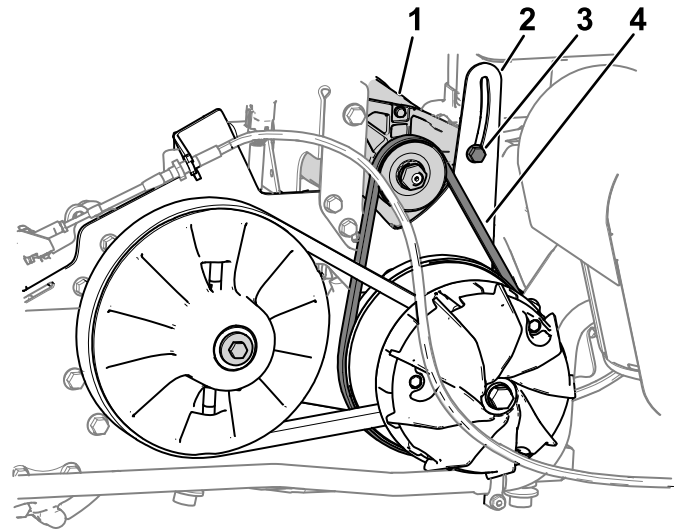

Figure 57
1. Desserrez l'écrou de pivot de l'alternateur (Figure 57).
3. Appuyez sur le levier pour faire pivoter l'alternateur vers le bas dans la fente du support de pivot (Figure 57) jusqu'à ce que la tension de la courroie produise une flèche de seulement 6 mm ($\frac{1}{4}$ po) quand une force de 44 N·m (10 pi-lb) est exercée.